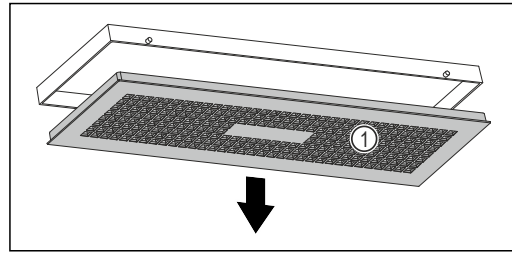

Fig. 125
- ▶ Wasserbox langsam nach unten drehen und dabei Abdeckung Fig. 125 (1) festhalten.
- ▶ Abdeckung Fig. 125 (1) entnehmen.